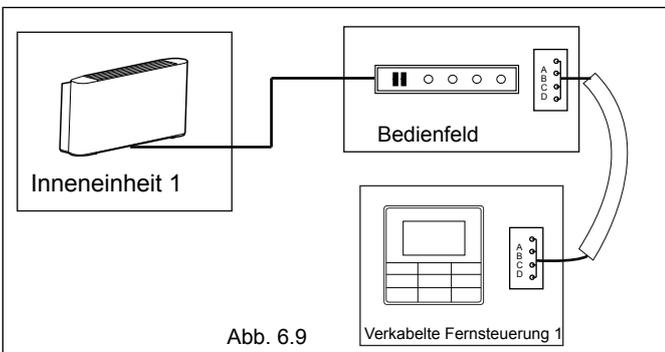

Abb. 6.9
- Verwenden Sie eine kabelgebundene Steuerung, um ein Inneneinheit zu steuern (siehe Abb. 6.9).